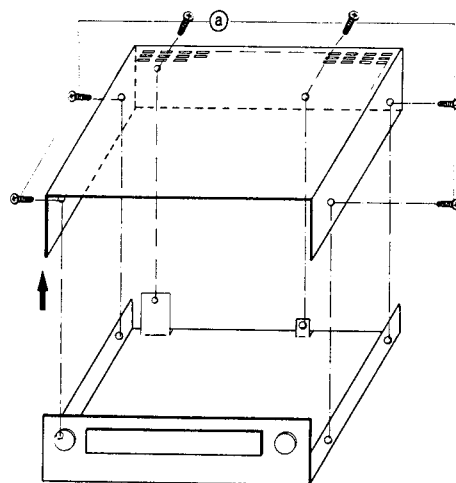

Abb. 1
- Gehäuseoberteil nach oben abheben (Abb. 1).